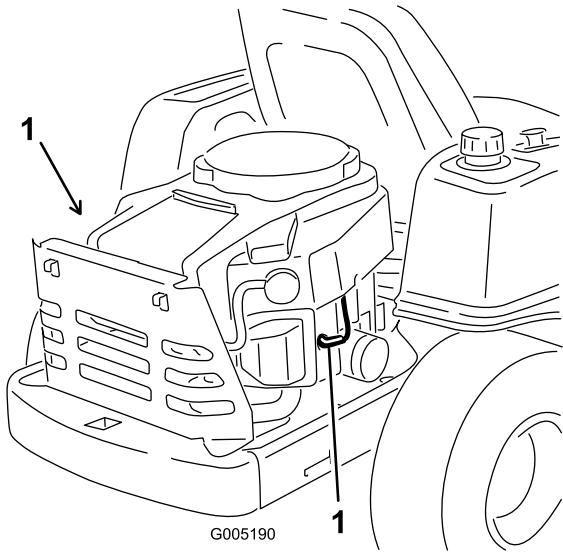

Figura 31
Desconecte el cable de la(s) bujía(s) (Figura 31).
- Conecte el cable a la bujía (Figura 31).